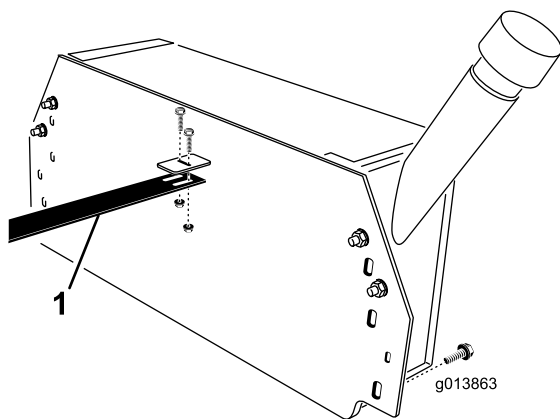

Bild 9
30. Befestigen Sie die Schlauchführung mit zwei Schrauben (1/4 x 3/4 Zoll) und Bundsicherungsmuttern an der Halterung des Hydraulikbehälters (Bild 9).